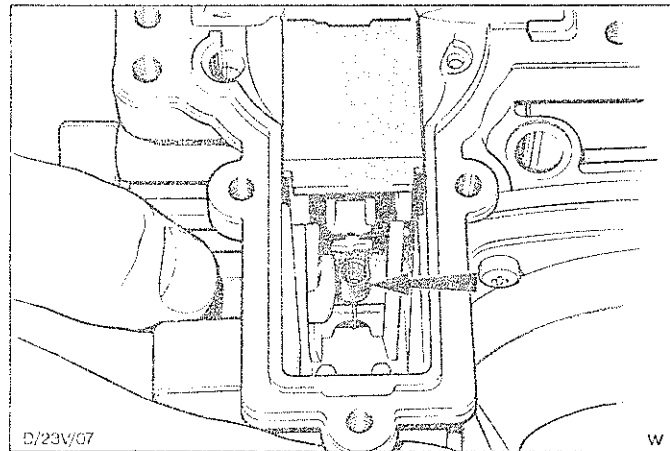

Abb.49 Feststellfeder-Düsennadel am Lufttrichterventil
13. Sicherstellen, daß die Feststellfeder richtig am Lufttrichterventil eingehangen ist, Abb.49.